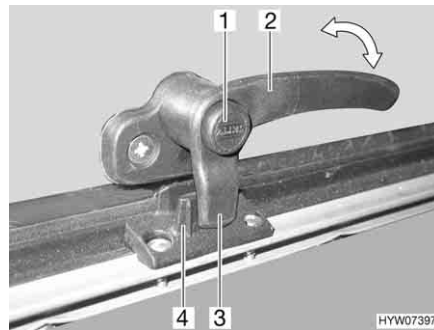
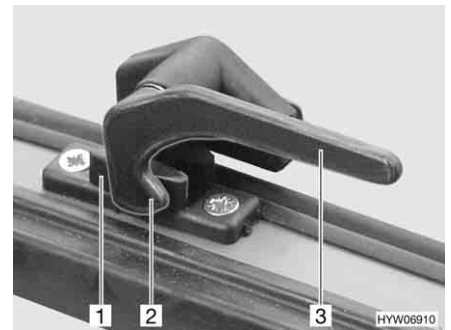

Bild 74 Låsarm med låsknapp i läget "stängd"
Bild 75 Låsarm i läget "stängd"
- Tryck på låsknappen (Bild 74,1) om sådan finns och håll den nedtryckt.
- Sväng låsarmen (Bild 74,2 eller Bild 75,3) ett kvarts varv mot fönstrets mitt.
- Sväng låsarmen (Bild 74,2 eller Bild 75,3) ett kvarts varv mot fönsterkarmen. Låsspaken (Bild 74,3 eller Bild 75,2) på låsarmen sitter helt på fönsterlåsets insida (Bild 74,4 eller Bild 75,1).
- I läget "helt stängt" (Bild 74 och Bild 75)